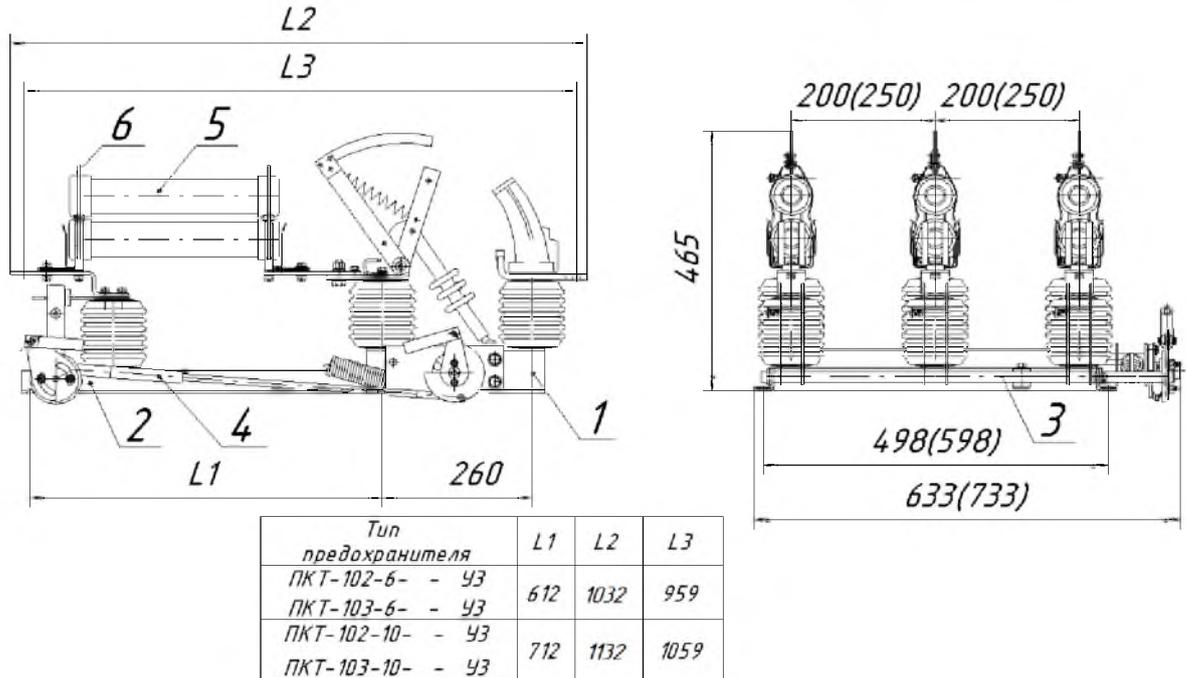
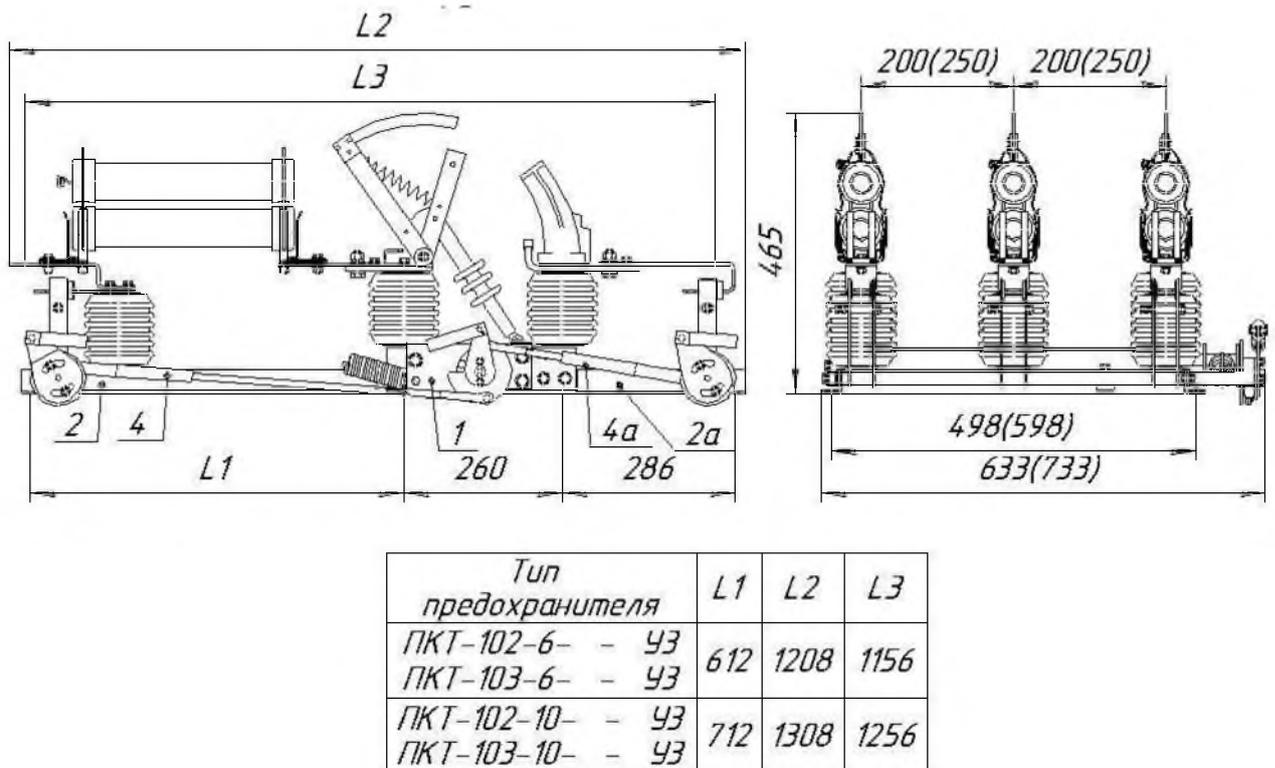
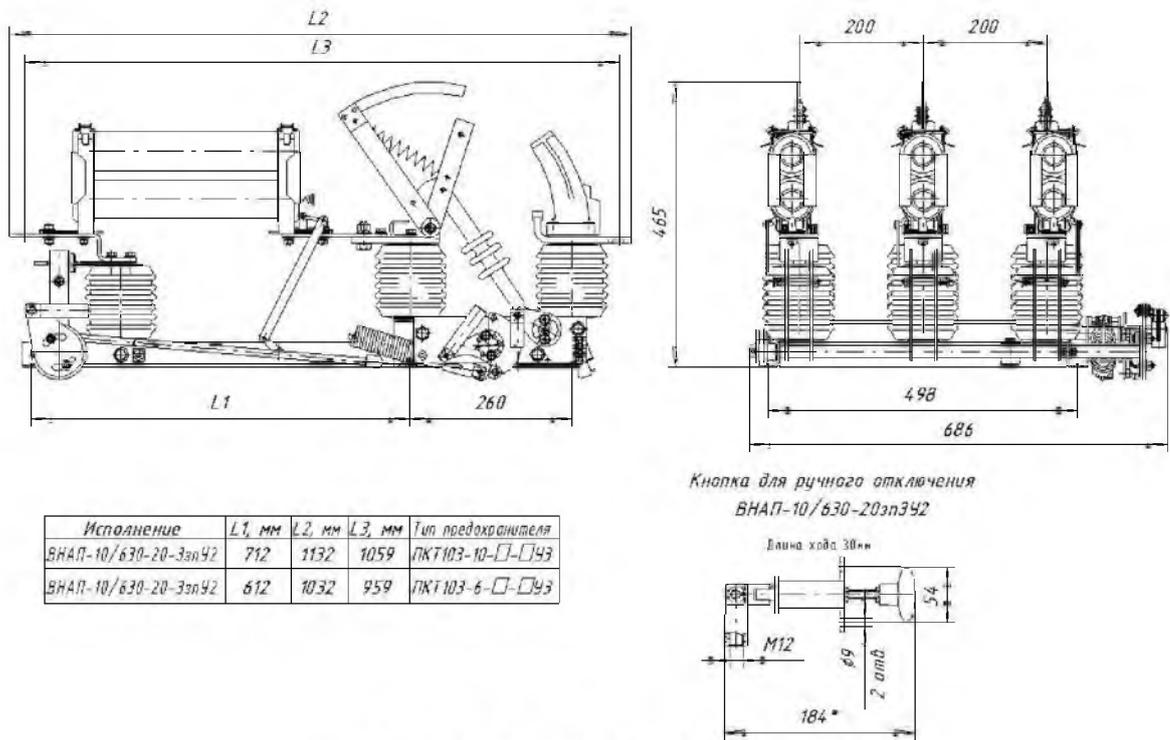

Рисунок 10 - ВНАП-10/630-20зпУ2.
Рисунок 11 - ВНАП-10/630-20з-зпУ2.
Рисунок 12 - ВНАП-10/630-20з-3пУ2.
3.12 Выключатели типов ВНАП-10/630-20зпУ2 (рисунок 10), ВНАП-10/630-20з-зпУ2 (рисунок 11), ВНАП-10/630-20зпЗУ2 (рисунок 12), ВНАП(л)-10/630-20зпУ2, ВНАЛ(п)-10/630-20зпУ2 (рисунок 6) содержат дополнительно предохранители ПКТ102-6(10)- - У3 или ПКТ103-6(10)- - У3, состоящие из патронов 5 и губок 6. Заземляющие ножи установлены за предохранителями.
остальное см. на рис. 11 и 16.
остальное см. на рис. 12 и 17.
остальное см. на рис. 12 и 18.